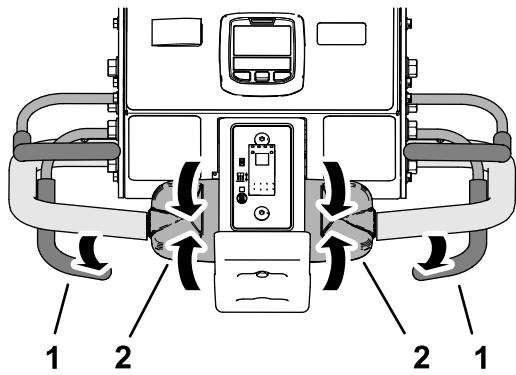

Bild 96
1. Wenn Sie den Aerifizierkopf abgesenkt haben, lassen Sie den Aerifizierbügel los (Bild 96).